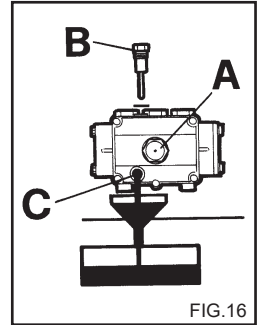

FIG.16
- 2 - Desenroscar el tapón con la varilla de control del nivel (fig. 16).